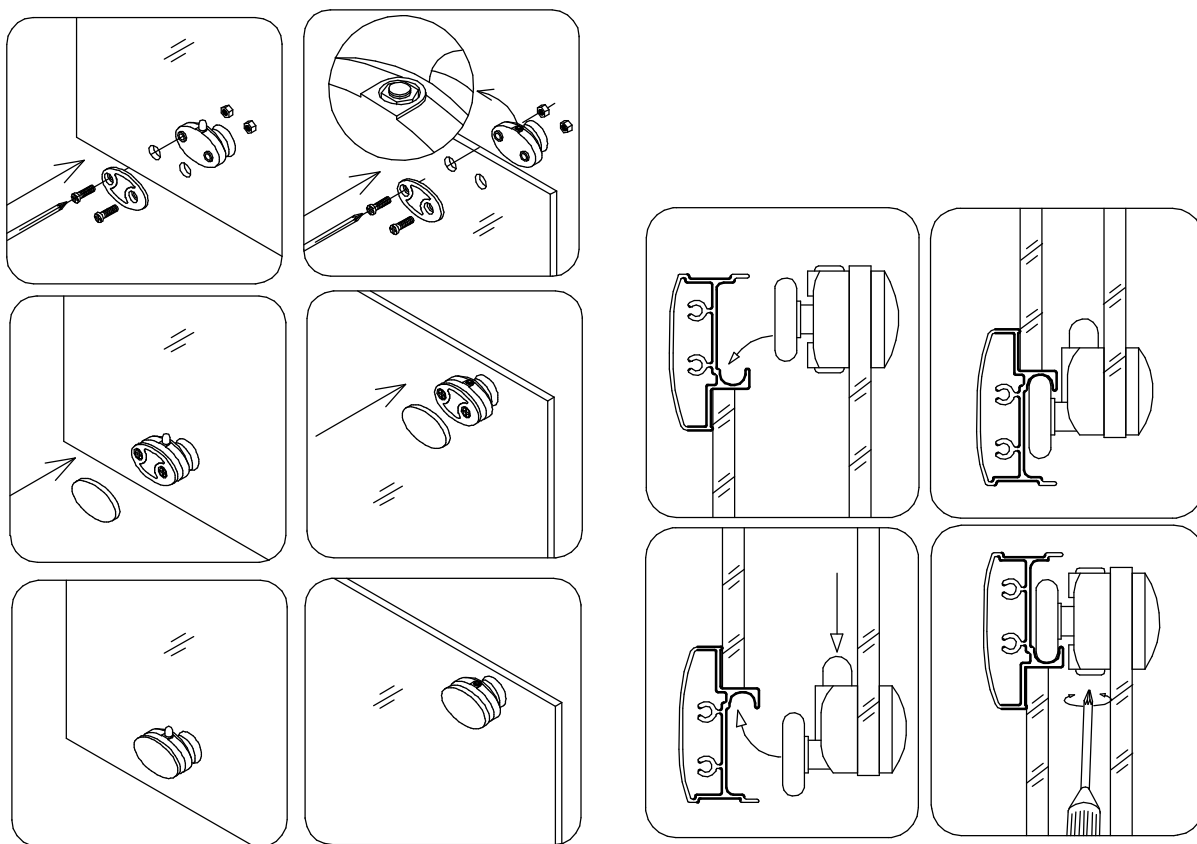

Рис.8
6. Установите ролики (верхние и нижние) (16)(17) на стекло двери (4), установите двойные ролики сверху и одинарные ролики внизу. Установите стекло двери (4) на Направляющую и защелкните нижние ролики снизу на нижней направляющей. Отрегулируйте ролики (16) для того чтобы дверь плавно перемещалась по направляющим. (Рис.8)